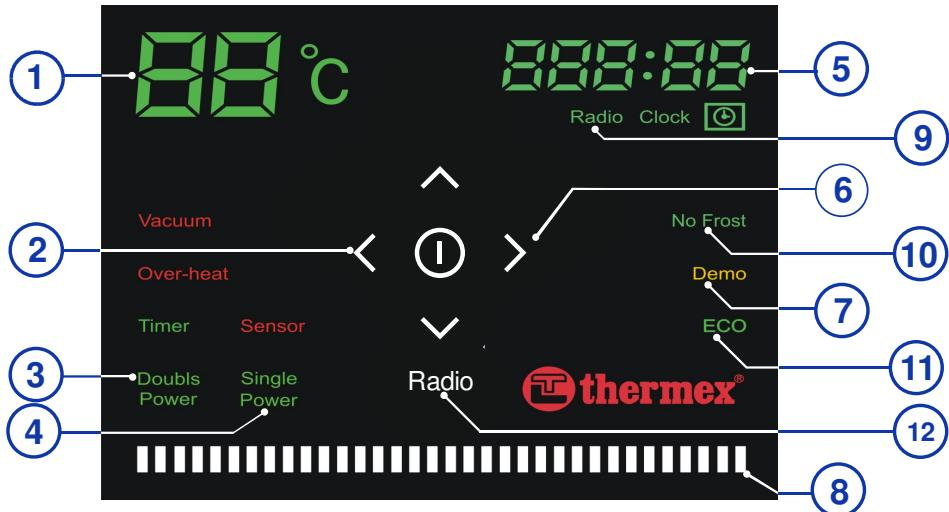

Abb. 3. Display der EWS-Steuerung Typ ID und IB.
7.2. Display der EWS-Steuerung Typ ID und IB (Abb. 3).
Abbildung 3: 1 – Wassertemperatur im EWS, 2 – Taste „Timer“ / Schaltuhrenmodus, 3 – Anzeige „Double Power“ / Doppelleistung, 4 – Anzeige „Single Power“ / Standardleistung, 5 – Uhr, 6 – Taste „Setting“ / Auswahl, 7 – Anzeige Demonstrationsmodus, 8 – Erwärmungsanzeige.